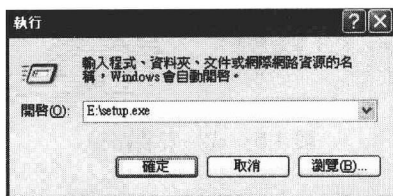

图 1.3 “执行”对话框
① 放入安装盘,自动执行安装程序,如果没有自动执行安装程序,则可单击“开始”→“执行”,出现“执行”对话框,如图 1.3 所示。假设光碟机的代号是 E,则输入“E:\setup.exe”,或者单击“浏览”键进行查找。